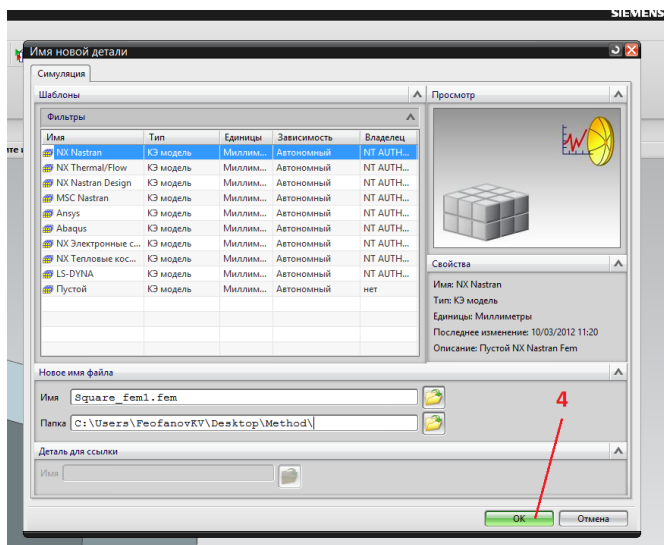

Рисунок 3. Окно выбора fem-модели
Затем появится окно, в котором можно выбрать имя fem-модели и место ее сохранения (рисунок 3). Нажать «ОК» (4). **Fem-модель** используется для наложения конечно-элементной сетки на уже заранее смоделированную prt-модель.